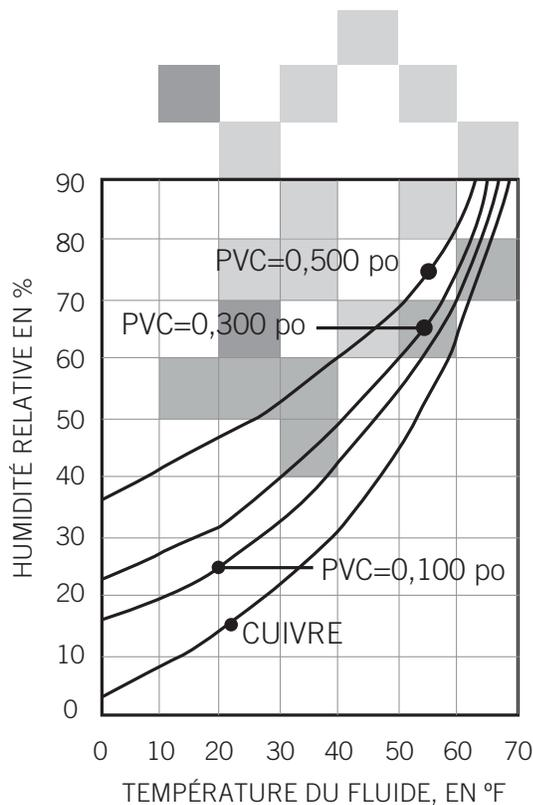

Figure 1
- En prenant l'épaisseur de paroi obtenue d'après le tableau, tracer une courbe entre celles qui existent dans la figure 1. Par exemple, un tuyau Systèmes 15/XFR a une épaisseur de paroi de 0,24 po. La courbe correspondante se trouve en gros à mi-distance entre les courbes 0,10 po et 0,30 po illustrées par la figure.